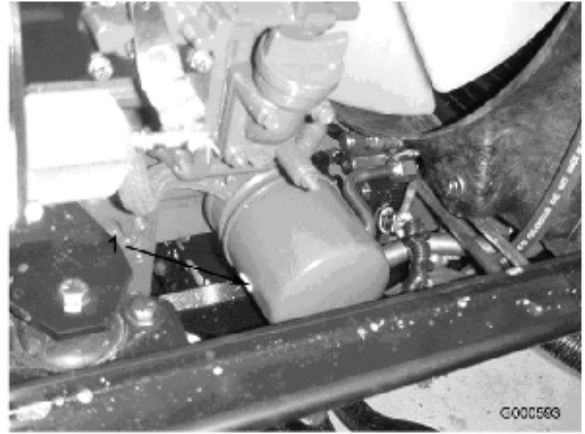

図 32
2. オイルフィルタ (図 32) を外す。新しいフィルタのシールに薄くエンジン・オイルを塗って取り付ける。締めすぎないように注意すること。